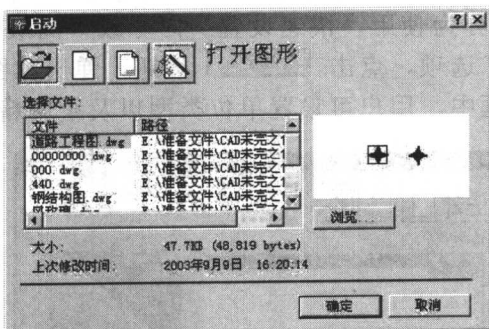

图 1-2 “启动”对话框“打开图形”选项
(1) “打开图形”, 即是选择最左侧的一个图形打开, 如图 1-2 所示的“打开图形”选项, 同时还显示用于查找其他文件的 **浏览...** 按钮。